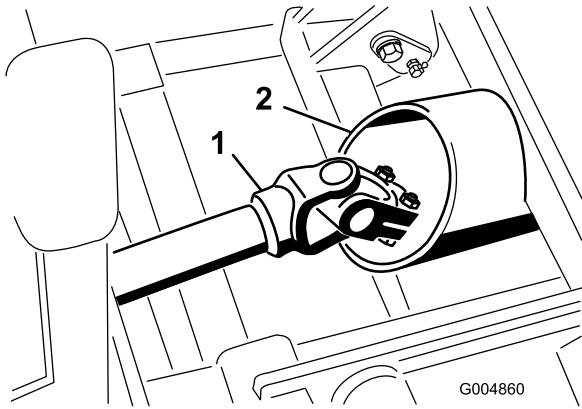

Рисунок 45
7. Осторожно подкатите узел зимней рамы в нужное положение, одновременно направив ведущий вал через трубу рамы (Рисунок 45).